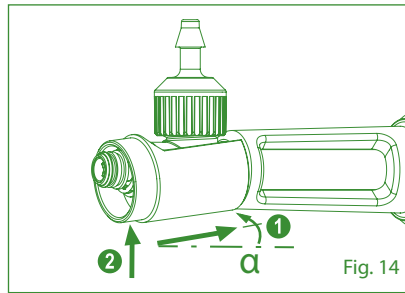

Fig. 14
2. Insert black jacket at a small angle ① and push until abutment ② (Fig. 14)
2. Insérez la gaine noire avec un petit angle ① et poussez jusqu'à l'arrêt ② (Fig. 14).